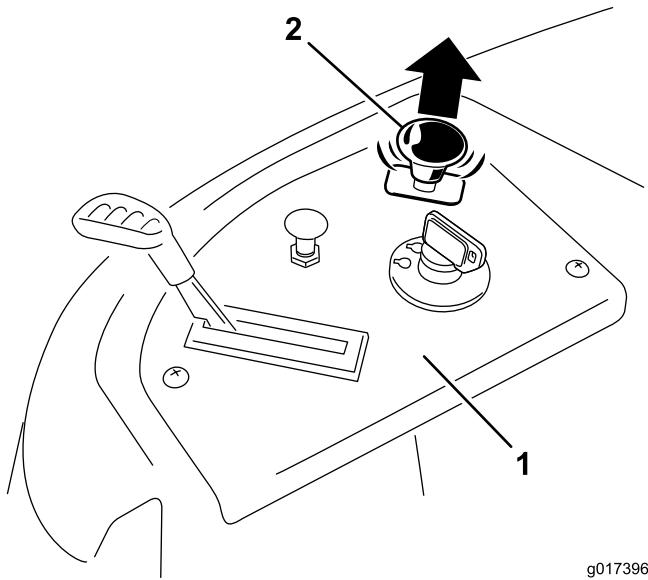

Bild 15
3. Ziehen Sie den Zapfwellenantriebschalter hoch, schieben Sie ihn in die EIN-Stellung und kuppeln Sie die Messer ein (Bild 15).